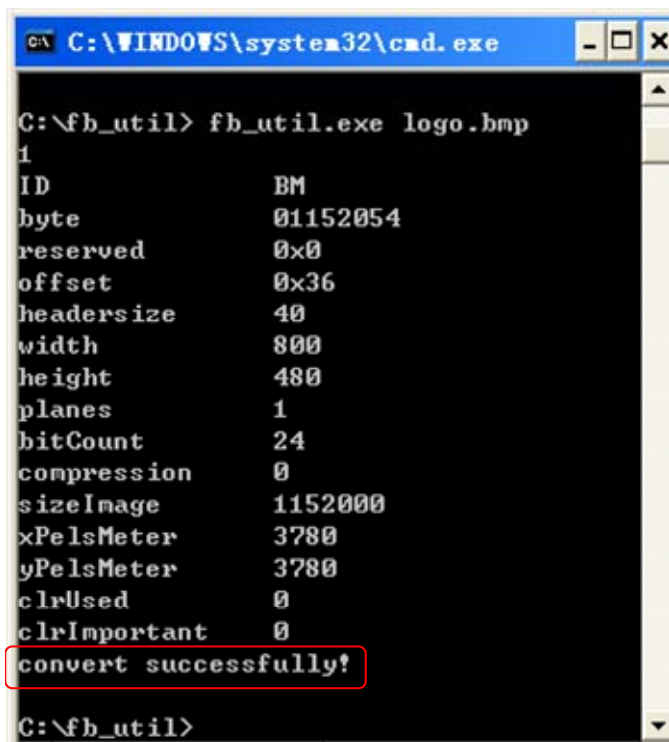

图 B.6 安装完成
6. 在图 B.6 所示对话框中，单击“Finish”，结束驱动安装。正确安装完成之后，系统会提示硬件已安装并可以使用了。